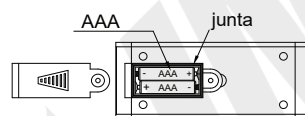

Fig.3
- Insira duas pilhas AAA como na Fig.3, certifique-se de que a junta está na ranhura, instale a tampa da bateria e, em seguida, aperte o parafuso de bloqueio